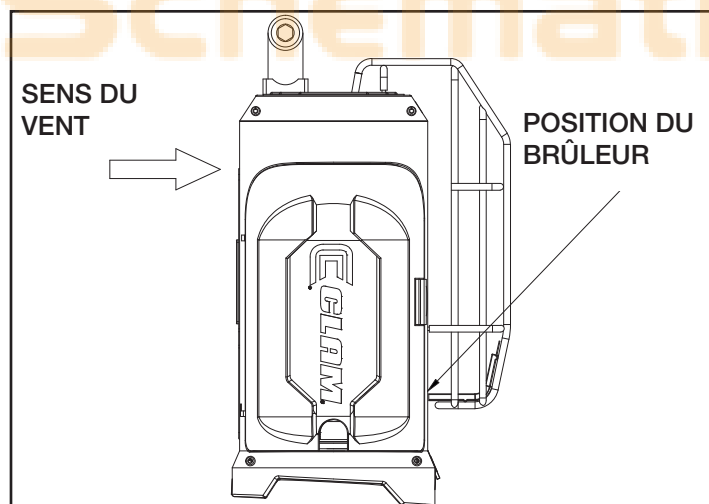

Fig. 4 – Instructions d'allumage en zones venteuses
1. Placez le radiateur de sorte que le brûleur ne soit pas dans le sens du vent. Fig.4